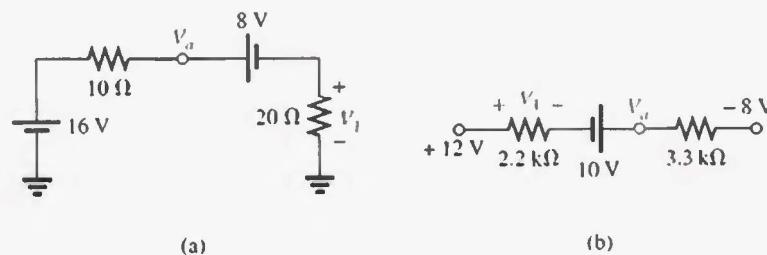

FIGURA 5.95
26. Determine los voltajes V_a y V_1 para las redes de la figura 5.95.